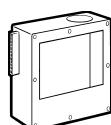

Fig. 8
**Electrovanne motorisée** : accouplée normalement au Maxi-Canister, est indiquée pour les installations à anneau d'air, fig. 8.